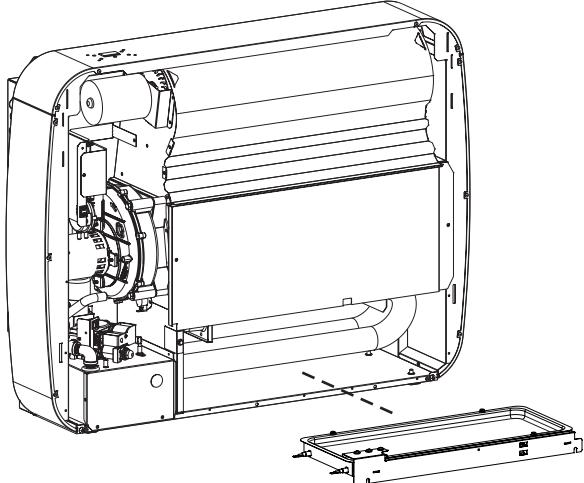

Figure 4
6. Récupérez le plateau chauffant et insérez-le dans le bas du compartiment de l'échangeur de chaleur de la chaudière murale. Assurez-vous de ne pincer aucun fil. **Voir figure 4.**